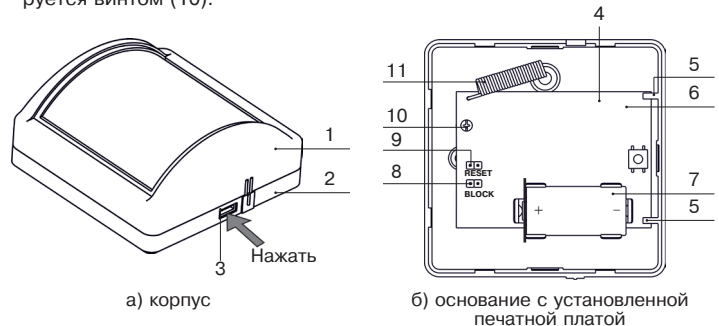

Рисунок 2
Габаритные размеры	80 x 80 x 44 мм (см. рис. 2)
Наличие прерывистого свечения индикатора зеленым цветом свидетельствует о готовности датчика к процедуре связывания. При отсуствии указанной индикации кратковременно замкните контакты RESET (см. рис.2 б, поз 8). Время, в течение которого датчик находится в режиме «Связывание», ограничено 70 с, после чего датчик переходит в спящий режим. Для возобновления режима «Связывание» необходимо кратковременно замкнуть контакты RESET.
Для этого нужно разместить зарегистрированный в ППК датчик со снятой крышкой на месте установки и нажать кнопку (6) (рис. 2 б) для проверки качества связи, при этом датчик индицирует качество связи с ППК см таблицу 3.
- Откройте корпус датчика, для этого отожмите фиксатор в нижней части основания с помощью отвертки (рис. 2а) и поднимите нижний край крышки.